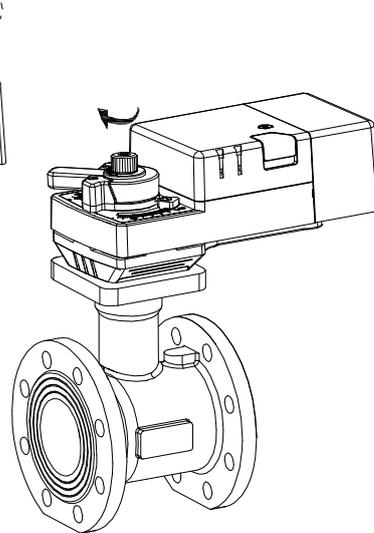

图 6
(4)如图 6, 旋上螺帽, 手动拧紧即可, 即完成球阀执行器与阀体的连接。